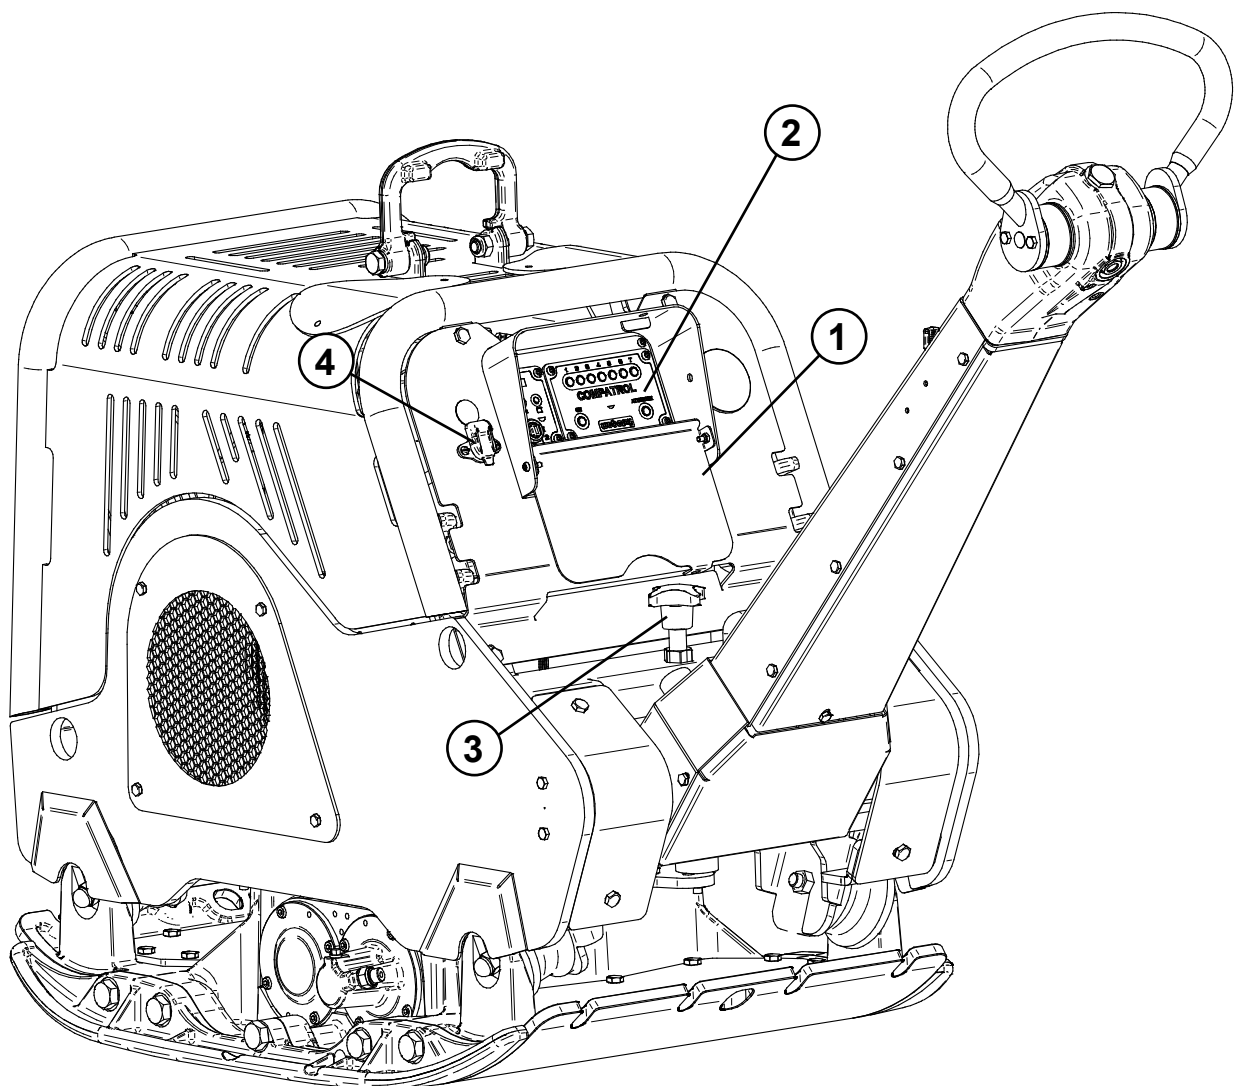

Abbildung 4
- ▶ Die gewünschte Arbeitshöhe der Handführungsstange an der Einstellschraube (Position 3, Abbildung 4) einstellen.
- ▶ Die Vandalismusklappe (Position 1, Abbildung 4) öffnen.